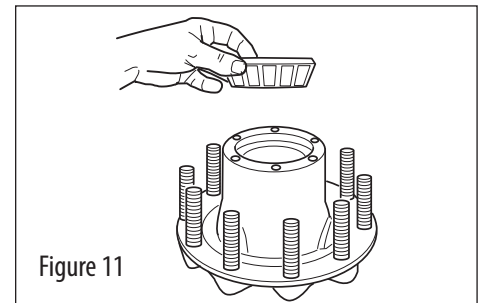

Figure 11
7. Lubrifiez le cône de roulement extérieur avec le même lubrifiant que celui qui sera utilisé dans le moyeu et installez-le sur l'ensemble de moyeu (voir la figure 11).